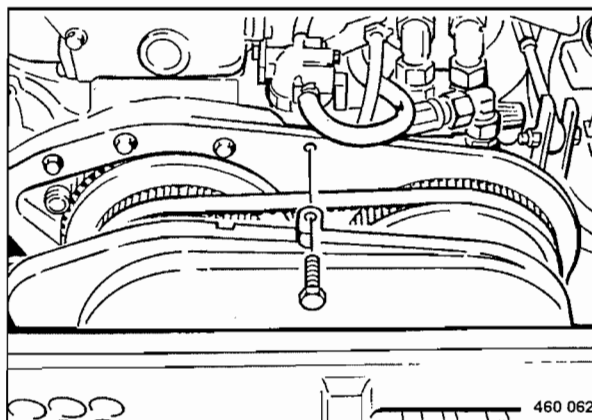

Fig. 98
- Desmontar la cubierta de protección (Fig. 98).